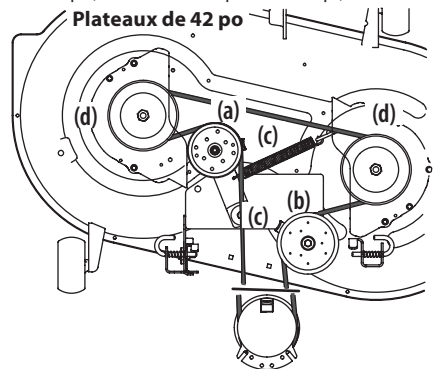
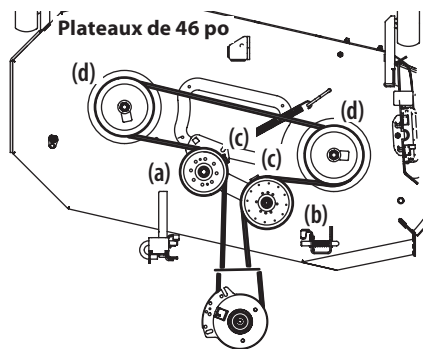
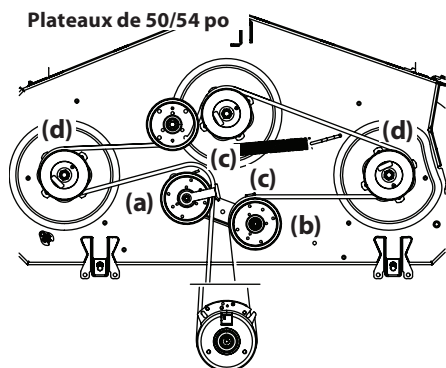
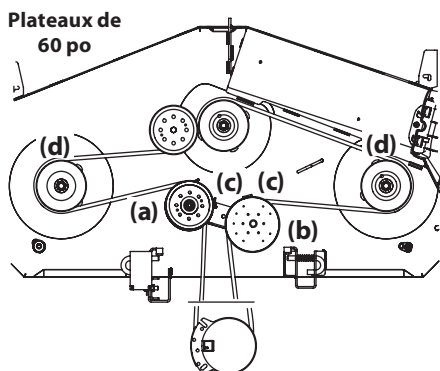

Figure 37
Figure 38
Figure 39
Figure 40
2. Desserrez la quincaillerie de la poulie de tension droite (a) et de la poulie de tension gauche (b), mais ne la retirez pas. Voir Figure 37 pour les modèles dotés d'un plateau de coupe de 42 po. Voir Figure 38 à la page 93 pour les modèles dotés d'un plateau de 46 po. Voir Figure 39 à la page 93 pour les modèles dotés d'un plateau de 50 et 54 po. Voir Figure 40 à la page 93 pour les modèles dotés d'un plateau de 60 po.